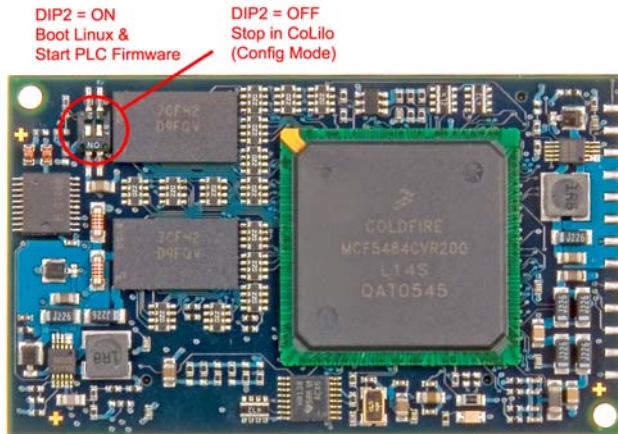

Bild 9: Lage und Bedeutung des DIP-Schalter 2 auf dem PLCcore-5484
- (1) **DIP2 = "Off" und /BOOT = "High"** DIP2: siehe Bild 9, /BOOT: siehe Tabelle 5,
- (2) **Empfang eines SPACE-Zeichens (ASCII 20H) innerhalb 1 Sekunde nach Reset**
Bild 9 zeigt die Lage und Bedeutung des DIP-Schalter 2 auf dem PLCcore-5484. Da dieser DIP-Schalter im eingebauten Zustand des Moduls unter Umständen schwer zugänglich sein kann, ist das damit verbundene Portpin des Prozessors parallel dazu auch als Anschluss "/BOOT" am Steckverbinder des PLCcore-5484 verfügbar (siehe Tabelle 5).